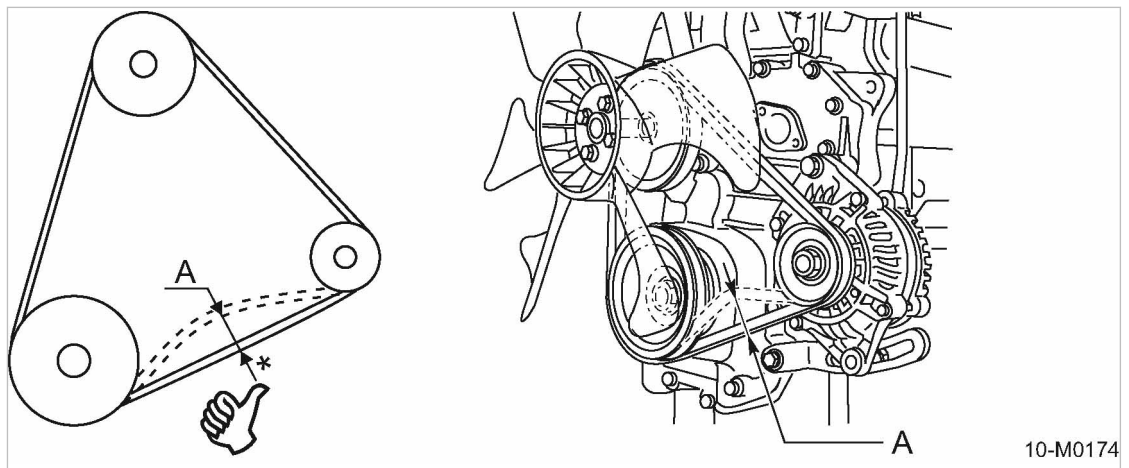

Fig. 58 Riemsparing met de hand controleren
1. Controleer de riemsparing met de hand (zie afbeelding 58).
6. Controleer de riemspanning (zie afbeelding 58).